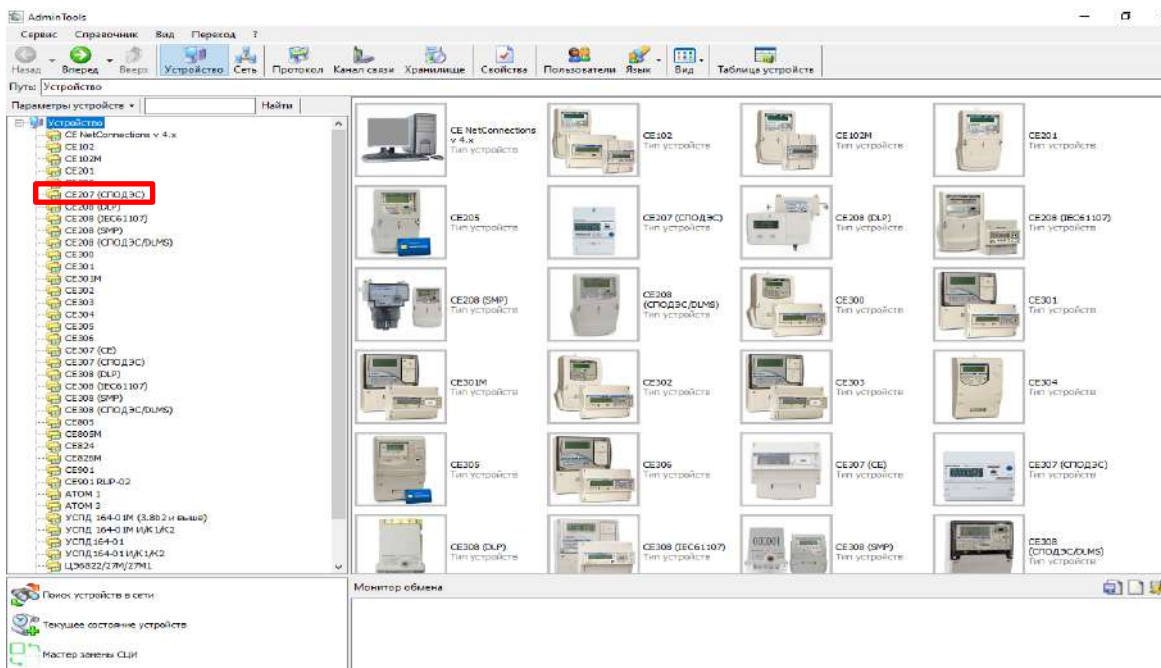

Рисунок 17 - Вид окна программы для выбора типа счётчика
5.3.4.2 Выберите протокол обмена СПОДЭС, тип устройства «СЕ 207» (см. рисунок 17).